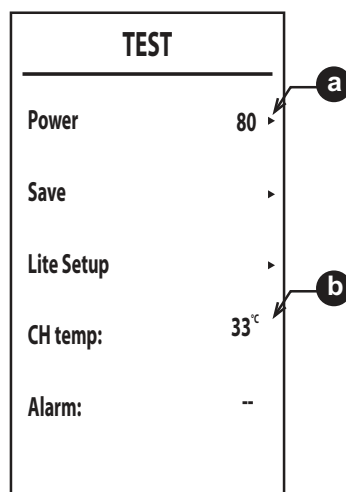

Рис. 31
- Используя кнопки отопления, просмотрите первые 3 позиции (Power, Save, Lite Setup - Рис. 31) и нажмите кнопку , чтобы подтвердить свой выбор.